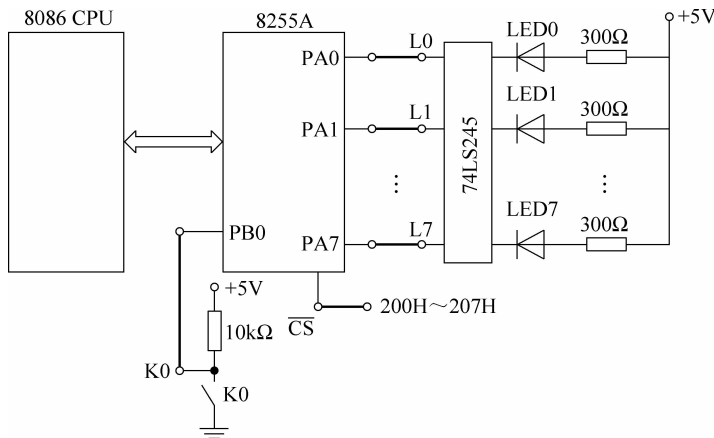

图 5-11 8255A 控制 LED 灯左循环亮电路原理框图
(1) 项目电路连接: 如图 5-11 所示的粗线表示在超想-3000TC 综合实验系统上要连接的线。接线描述如下: 8255A 的片选 \overline{CS} 孔用导线接至译码处 200H~207H 插孔, 8255A 的 PA0~PA7 用导线接至 LED0~LED7, PB0 用导线接至开关 K0。
(2) 项目说明: Intel 8255A 是常用的并行可编程接口芯片, 它有 3 个 8 位并行输入输出端口, 可利用编程方法设置 3 个端口是作为输入端口还是作为输出端口, 在使用时, 要对 8255A 进行初始化。本项目 PA 口作为输出口, PB 口作为输入口, 工作于方式 0。当开关 K0 闭合时, LED 灯左循环亮。
用 8255A 控制 LED 灯左循环亮电路框图如图 5-11 所示。电路由 8086 CPU 芯片、8255A 芯片、8 只 LED 发光二极管和 1 只开关 K0 等组成。